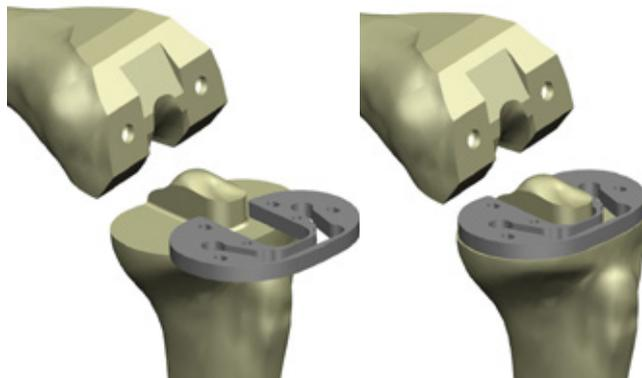

Figura 41
- 1 Coloque la guía de perforación tibial adecuada sobre la tibia y asegúrese de que se consiga un ajuste y una cobertura adecuados (figura 41).